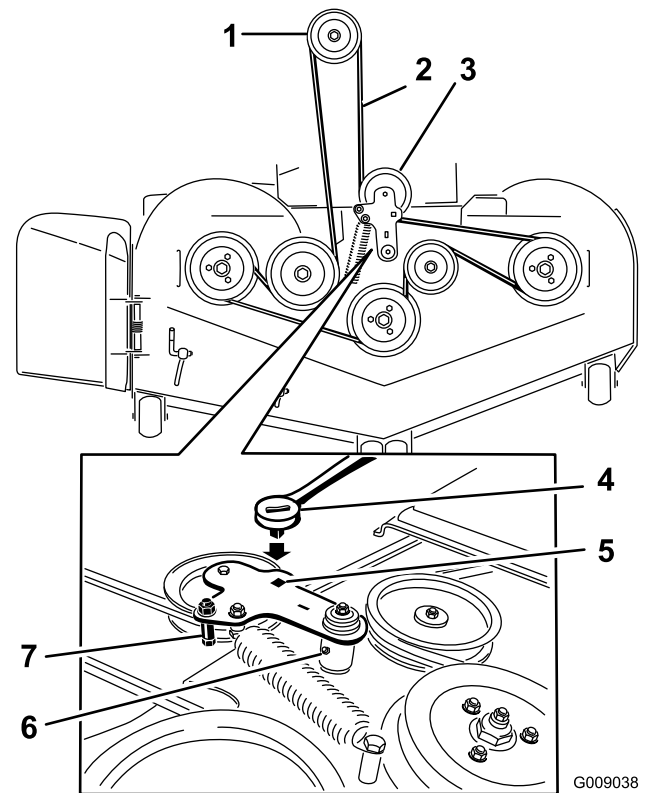

Bild 98
6. Heben Sie den Fahrzeugboden an und stecken Sie eine Ratsche in das rechteckige Loch in der Mähwerkspannscheibe (Bild 98).
7. Drehen Sie die Mähwerkspannscheibe nach rechts und entfernen Sie den Mähwerkriemen (Bild 98).